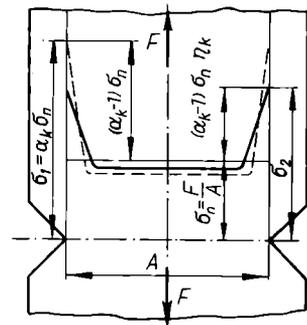

Bild 13
$\sigma_n = \frac{F}{A}$ setzen wir eine gleichmäßige Verteilung der Spannung über den ganzen Querschnitt voraus. Messungen haben ergeben, daß die tatsächliche Spannungsverteilung etwa nach der in Bild 13 angegebenen ausgezogenen Linie (σ_2) verläuft. Es tritt eine Spannungserhöhung im Kerbgrund, eine Spannungsspitze, auf. Die Höhe dieser größten Spannung ist abhängig:
Erläuterung: Bringt man an einem Rundstab eine Kerbe durch Eindrehen an (Bild 13) und unterwirft solch einen eingekerbten Stab einem statischen Zugversuch, so stellt man fest, daß die Zugfestigkeit höher ist als bei einem glatten Stab mit demselben Querschnitt *A*. Wird hingegen ein eingekerbter Stab beispielsweise einem Dauerbiegeversuch unterworfen, so versagt er viel früher als ein glatter Stab. Der Grund für dieses scheinbar widersprechende Verhalten liegt in der durch die Einkerbung hervorgerufenen ungleichmäßigen Spannungsverteilung. Bei der rechnermäßig ermittelten Spannung
1. Die Form der Kerbe wird berücksichtigt durch die **Formzahl α_k** , die angibt, auf welche höchste Spannung σ_k die Nennspannung σ_n , unabhängig vom Werkstoff, an der gefährdeten Stelle steigen würde (gestrichelte Linie in Bild 13).